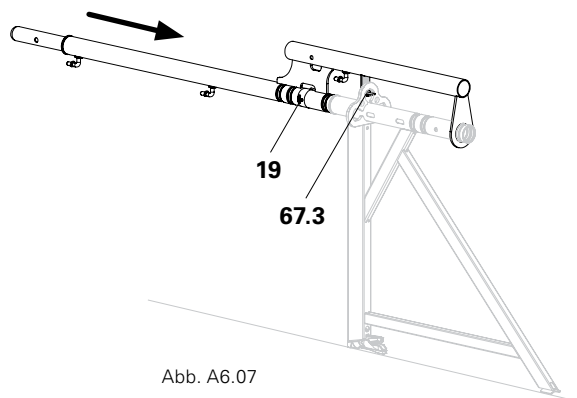

Abb. A6.07
Schutzwandpfosten zum Weiterreichen mit Steckbolzen  $\varnothing$  48/57 (19) abstecken. (Abb. A6.07)